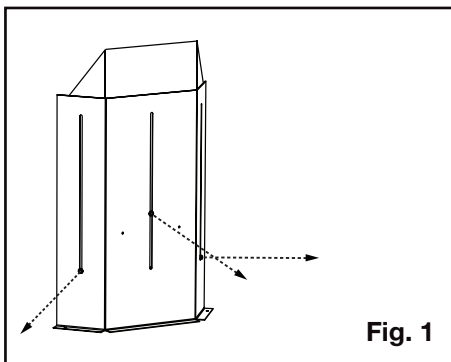

Fig. 1
1. Dévissez les attaches sur l'ensemble de protection de ventilation. NE PAS DISCARDER LES FIXATEURS (Figure 1).